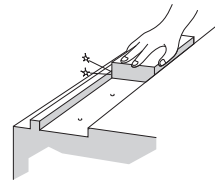

Рис.6 Проверка установочной поверхности
(1) Перед установкой направляющей LM очистите опорную поверхность от заусенцев и пыли. (Рис.6)